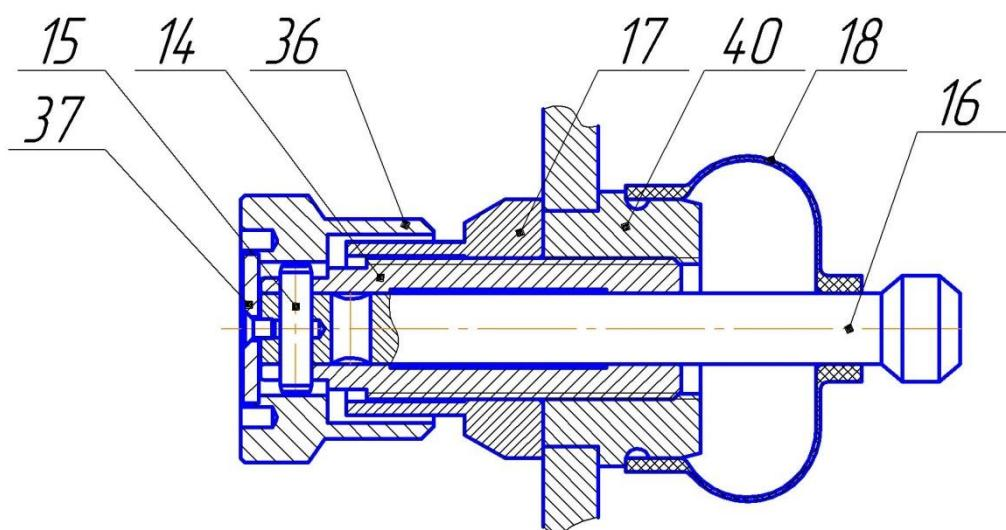

Рис. 3 Регулировочный узел ЩД 6
3.6 Замена срезного штифта (Рис. 3):